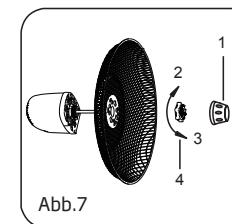

Abb.7
- Lösen Sie den Spinner im Uhrzeigersinn (oder nehmen Sie den Spinner aus der Tasche) und die Kunststoffmutter gegen den Uhrzeigersinn, um beide zu entfernen. Befestigen Sie das hintere Gitter am Motor und ziehen Sie die Kunststoffmutter wieder an. (Abb. 7)